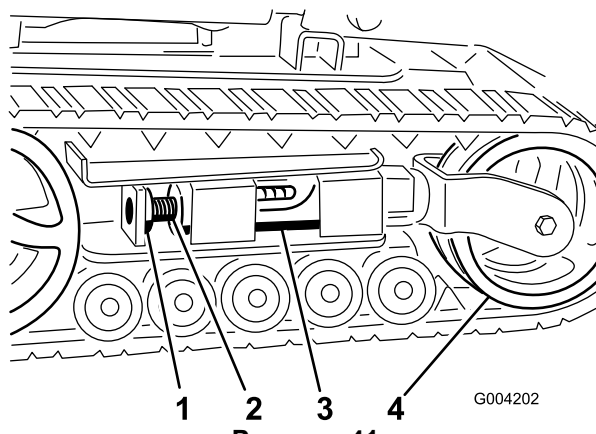
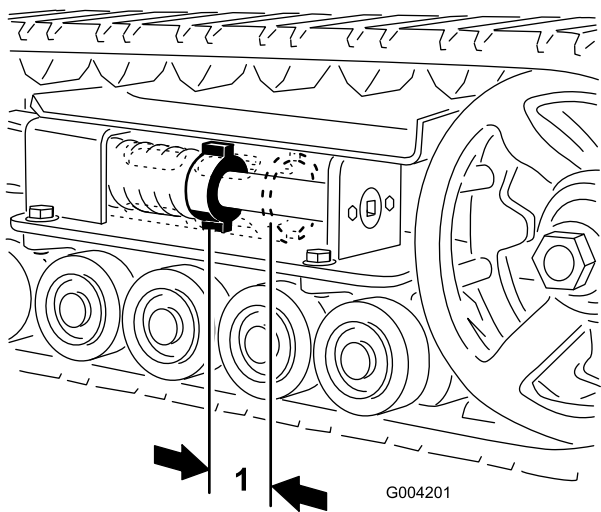
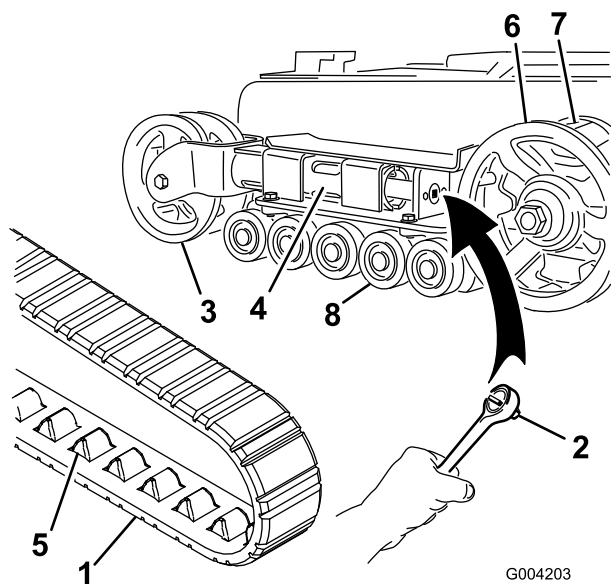
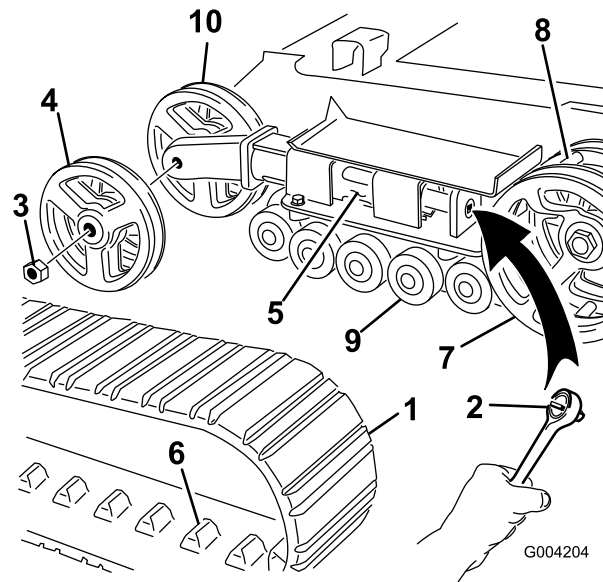

Рисунок 41
Рисунок 40
Рисунок 42
Рисунок 43
Между натяжной гайкой и задней стороной натяжной трубы должен быть зазор 2-3/4 дюйма (7 см) (Рисунок 40). Если это не так, отрегулируйте натяжение гусеницы, используя следующую методику:
3. Отвинтите зажимной болт и гайку (Рисунок 41).
4. Используя сменную головку размером 1/2 дюйма (Рисунок 42), поворачивайте натяжной винт против часовой стрелки до тех пор, пока расстояние между натяжной гайкой и задней стороной натяжной трубы (Рисунок 40) не станет равным 2-3/4 дюйма (7 см).
5. Совместите ближайшую выемку в натяжном винте с отверстием в зажимном болте и закрепите винт при помощи зажимного болта и гайки (Рисунок 41).
4. Используя сменную головку размером 1/2 дюйма, ослабьте натяжение привода, вращая натяжной винт по часовой стрелке (Рисунок 41 и Рисунок 42).
5. Надавите на натяжной каток в направлении задней части тягового блока, чтобы придвинуть трубу вилки к каркасу (Рисунок 42). (Если она не касается каркаса, продолжайте вращать натяжной винт до тех пор, пока труба вилки не приблизится вплотную к каркасу.)
7. Когда гусеница будет снята с натяжного катка, снимите ее с ведущего колеса и опорных катков (Рисунок 42).
8. Прежде всего установите новую гусеницу на ведущее колесо. Звенья гусеницы должны находиться между зубьями колеса (Рисунок 42).
9. Протолкните гусеницу под опорные катки и одновременно между ними (Рисунок 42).
11. Вращайте натяжной винт против часовой стрелки до тех пор, пока расстояние между натяжной гайкой и задней стороной натяжной трубы (Рисунок 40) не станет равным 2-3/4 дюйма (7 см).
4. Используя сменную головку размером 1/2 дюйма, ослабьте натяжение привода, вращая натяжной винт по часовой стрелке (Рисунок 41 и Рисунок 43).
5. Надавите на натяжной каток в направлении задней части тягового блока, чтобы придвинуть трубу вилки к каркасу (Рисунок 43). (Если она не касается каркаса, продолжайте вращать натяжной винт до тех пор, пока труба вилки не приблизится вплотную к каркасу.)
6. Отвинтите гайку, которая крепит внешний натяжной каток, и снимите каток (Рисунок 43).
7. Снимите гусеницу (Рисунок 43).
8. Отвинтите гайку, которая крепит внутренний натяжной каток, и снимите каток (Рисунок 43).
12. Установите внутренний натяжной каток и закрепите его отвинченной ранее гайкой (Рисунок 43).
14. Установите новую гусеницу на ведущее колесо. Звенья гусеницы должны находиться между зубьями средней части колеса (Рисунок 43).
15. Установите внешний натяжной каток и закрепите его отвинченной ранее гайкой (Рисунок 43).
17. Вращайте натяжной винт против часовой стрелки до тех пор, пока расстояние между натяжной гайкой и задней стороной натяжной трубы (Рисунок 40) не станет равным 2-3/4 дюйма (7 см).